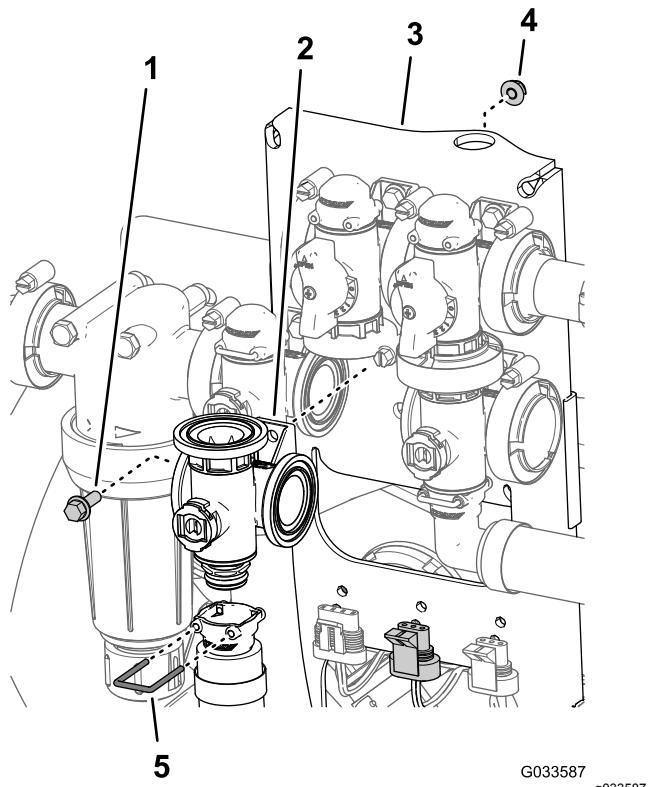

図 101
2. 攪拌バルブ用のマニホールドカップリングに出口フィッティングを固定しているリテーナを外す 図 101。
3. 攪拌バルブをバルブマウントに固定しているフランジヘッドボルト $\frac{1}{4} \times \frac{3}{4}$ "とフランジロックナット $\frac{1}{4}$ "を外してバルブマニホールドを機体から取り外す 図 101。